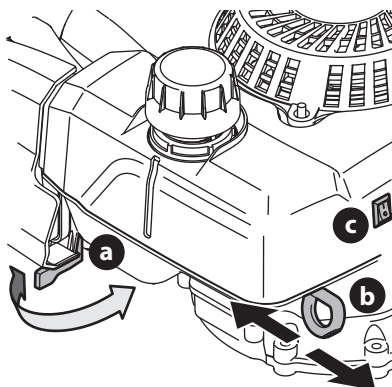

Figura 7
1. Si se incluye, asegúrese de que la válvula de paso de combustible (a) esté en la posición "ON" (Figura 7).